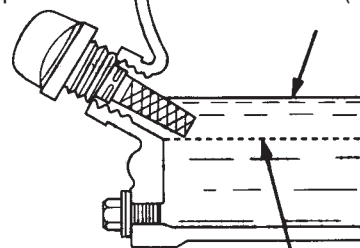

Figura 4. Varilla medidora del aceite del motor (nivel de aceite)
4. Si el nivel de aceite está bajo (Figura 4), llene por la orilla del orificio con el tipo de aceite recomendado (Tabla 3). La máxima capacidad de aceite es 0.60 litros (0.63 cuartos)